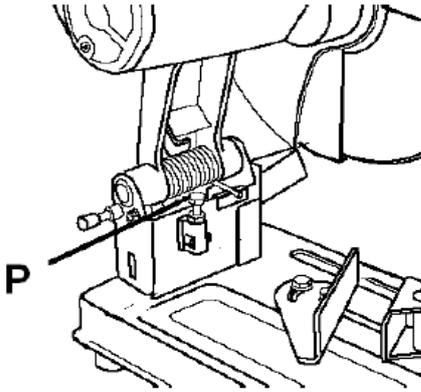

Рис. 4
Как показано на *Рис. 4*, регулируемый упор глубины (P) накручивается на основание машины в задней ее части. Поднимая или опуская болт упора глубины при помощи 12 мм ключа, вы можете контролировать, как далеко отрезной круг двигается, когда рукоятка машины отжата.